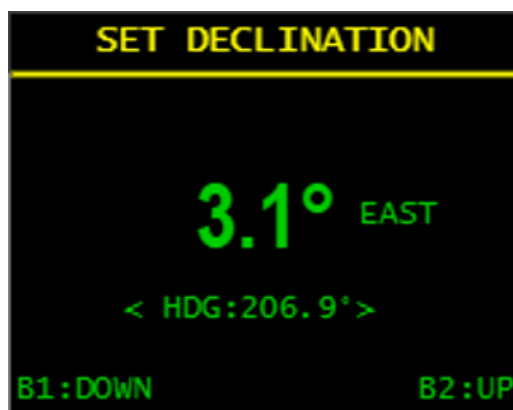

Fig 58 - Impostazione della declinazione
- B2** oppure premere brevemente il tasto destro per selezionare il grado di declinazione verso est (si veda **Fig 58 - a pag. 30**)